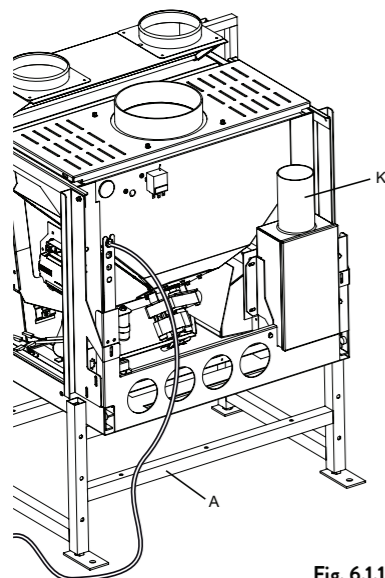
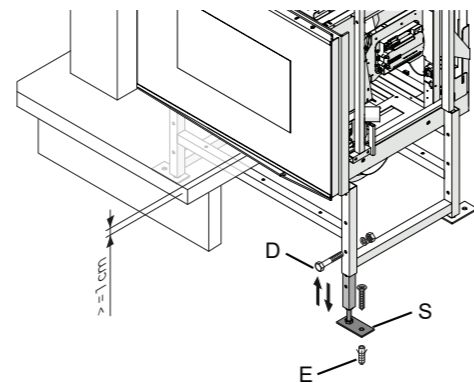
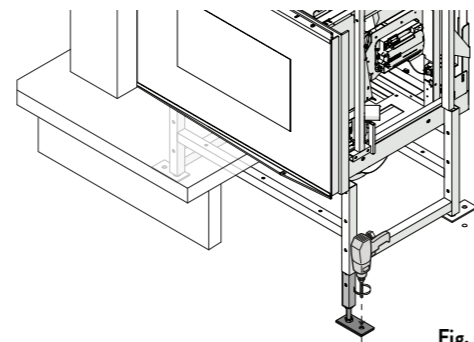

Fig. 6.1.1
Fig. 6.1.2
Fig. 6.1.3
Le châssis d'extraction est composé de (Fig. 6.1.1) :
Installation (Fig. 6.1.1, Fig. 6.1.2, Fig. 6.1.3) :
- 1) Ajuster la hauteur de l'insert à l'aide des boulons (D) placés sur les montants du châssis ;
- 2) Mettre à niveau le châssis en vissant ou en dévissant les pieds (S).
- 3) Percer 4 trous Ø 8 pour la fixation au sol du châssis (Fig. 6.1.3). Utiliser le châssis comme gabarit.
- 4) Fixer les pieds (S) du soubassement à l'aide de solides chevilles expansibles en acier Ø 8 mm (E).
- 5) Relier le collecteur de sortie (K) au conduit de sortie des fumées.
- 7) Prévoir l'arrivée de la ligne électrique à l'arrière de l'insert (M).